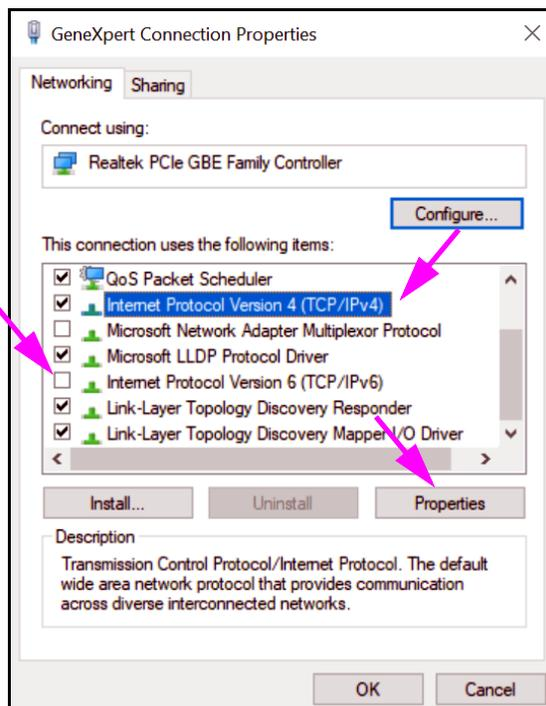

Figure 2-48. GeneXpert Écran Wi Connection Properties (Propriétés de connexion)
7. Sélectionner **Propriétés (Propriétés)** dans le menu déroulant. L'écran montré dans la Figure 2-48 s'affiche.
8. Dans l'écran GeneXpert Connection Properties (Propriétés de connexion) (montré dans la Figure 2-48), décocher la case à côté de **Protocole Internet version 6 (TCP/IPv6) [Internet Protocol Version 6 (TCP/IPv6)]**. Mettre **Protocole Internet version 4 (TCP/IPv4) [Internet Protocol Version 4 (TCP/IPv4)]** en surbrillance, puis cliquer sur **Propriétés (Properties)**. L'écran Propriétés du protocole Internet version 4 (TCP/IPv4) [Internet Protocol Version 4 (TCP/IPv4) Properties] s'affiche.